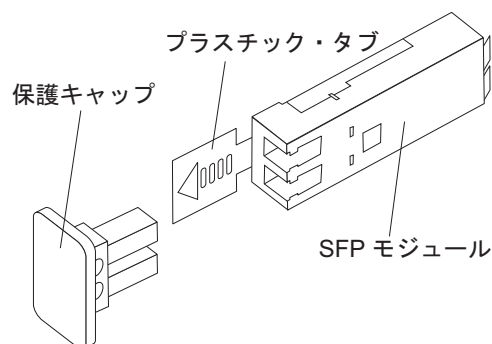

図 26. SFP モジュールのホスト・ポートへの取り付け
4. 所定の位置に確実に収まるまで、SFP モジュールをホスト・ポートに挿入します。61 ページの図 26 を参照してください。